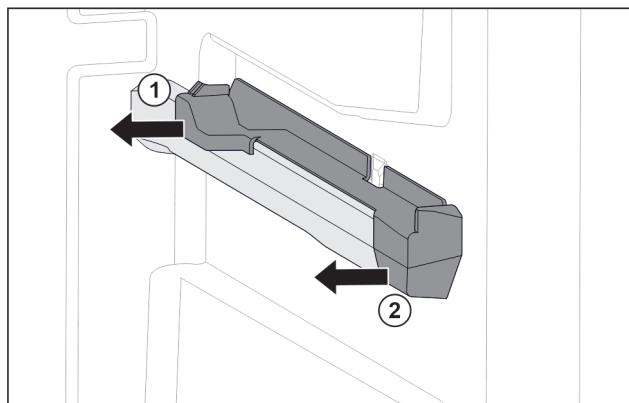

Fig. 71 Påsettingsdel på høyre beholderribbe
- Trekk av påsettingsdel bak til siden. Fig. 71 (1)
- Trekk av påsettingsdel foran til siden. Fig. 71 (2)